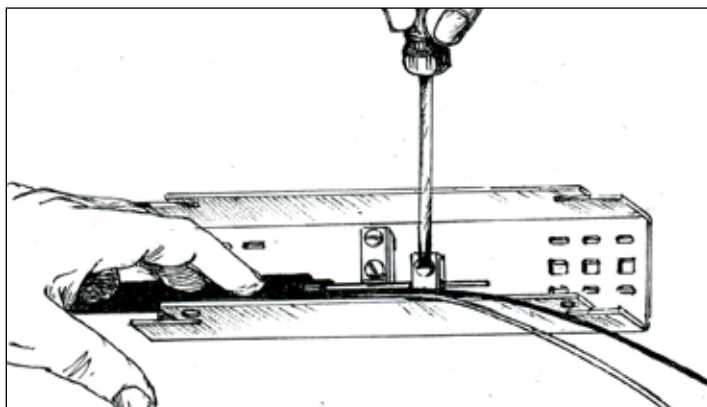

Рисунок. 5.2 - Крепление ЦСЭ
**5.8** При помощи отвертки зафиксировать ЦСЭ кабеля прижимной планкой (*рисунок 5.2*). Если ОК имеет синтетические (арамидные) нити, закрепить их совместно с ЦСЭ, лишнюю длину нитей обрезать ножницами для резки синтетических нитей.